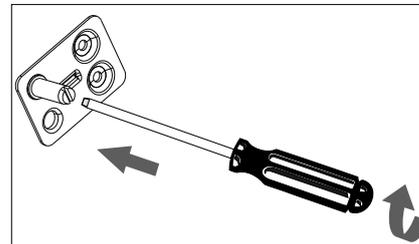

Abb. 7
- ▶ Versetzen Sie den Scharnierzapfen in die gegenüberliegende Bohrung (Abb. 7) und drehen ihn mit einem Schlitzschraubendreher fest.